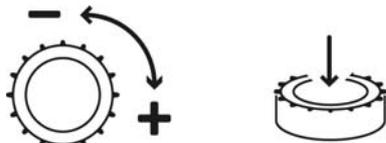

Fig. 11: Bruk av betjeningsknappen
$n=f(AI)$ (manuell drift – se fig. 11)
- **LCD-displayet** viser driftstilstandene på pumpene, regulatoren og frekvensomformereren. Menyvalg og parameterinntasting gjøres med betjeningsknappen. For å endre verdier eller rulle gjennom et meny-nivå dreies knappen, for å velge og bekrefte trykkes den (fig. 11).